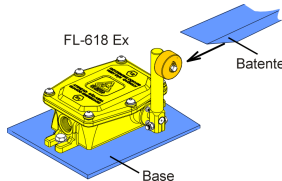

Fig. 3 - Batente de acionamento da alavanca da FL-618 Ex
- A chave deve ser rigidamente fixada, preferencialmente em uma base usinada; alternativamente, pode ser utilizada uma chapa fina (1/4") como base (fig. 3).